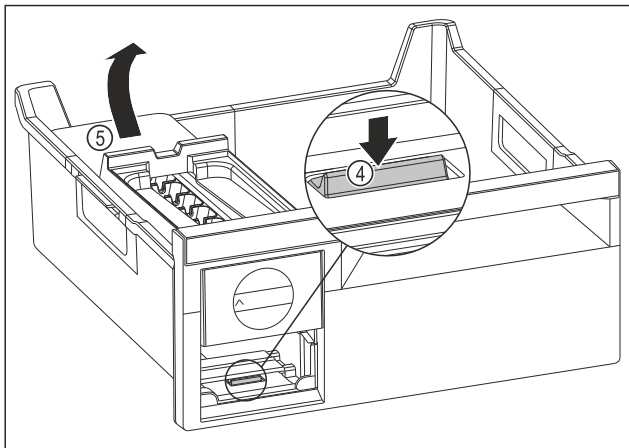

Fig. 78
- ▶ Scoaterea corpului EasyTwist-Ice: Apăsați eclisa Fig. 78 (4) cu degetele în jos și concomitent cu cealaltă mână ridicați corpul EasyTwist-Ice Fig. 78 (5) din spate.